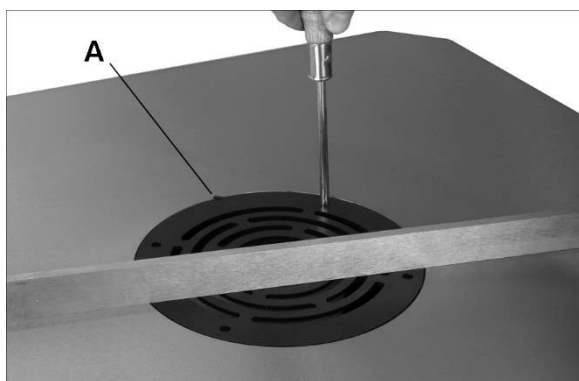

Рис. 6: установка вставки стола
1. Установите вставку в столе так, чтобы вырез совпал с шипом (А, Рис. 6).